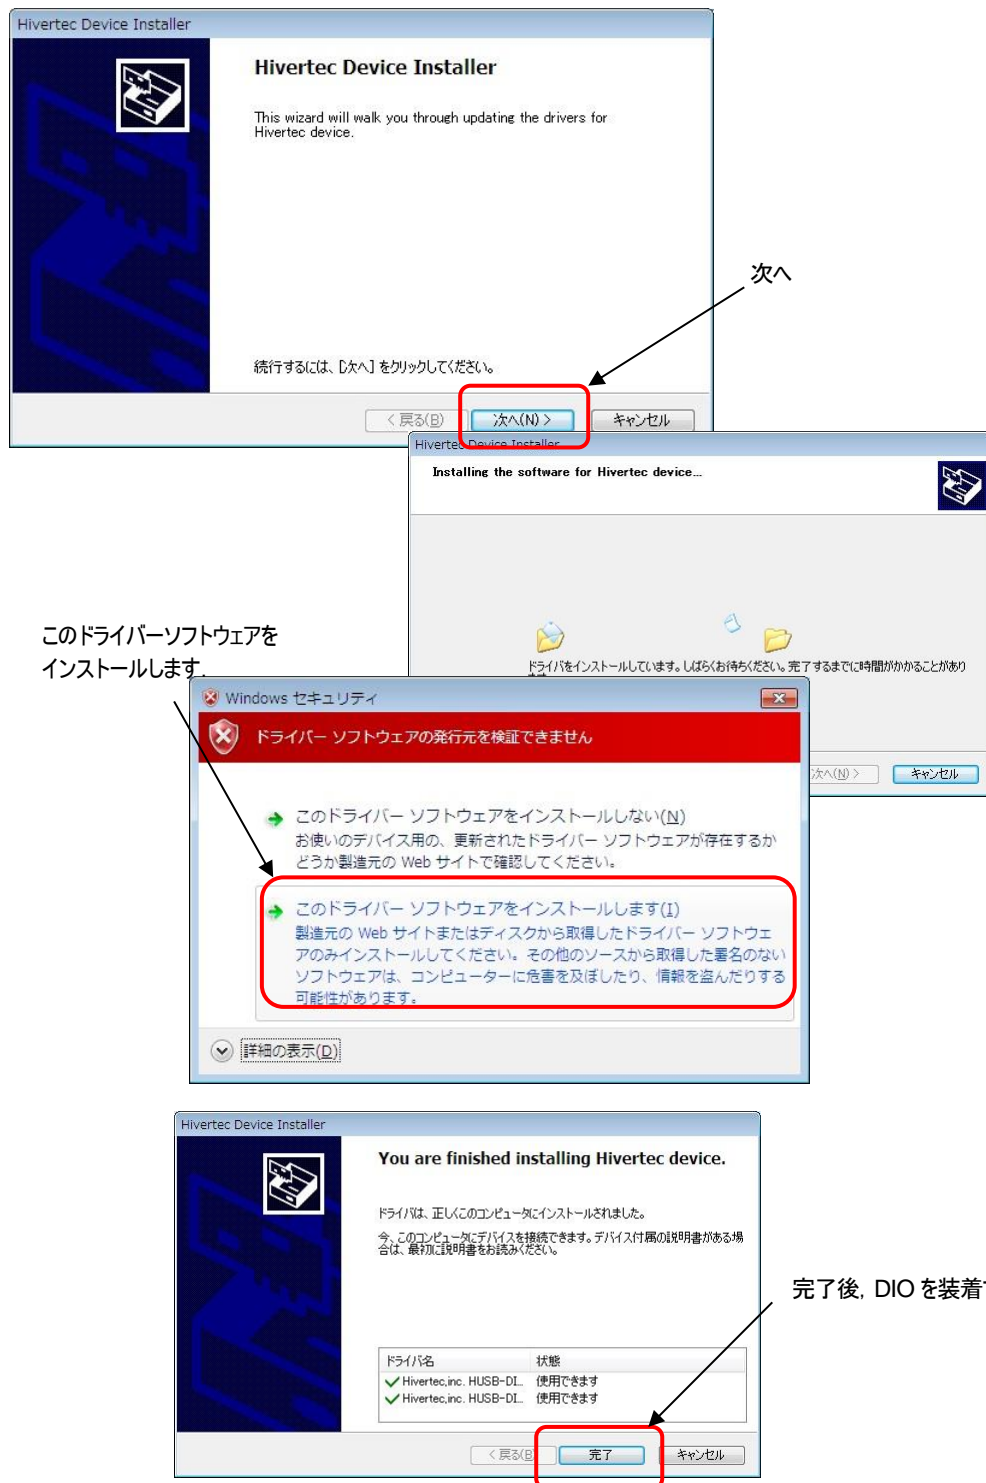

図 4.3-1 Win8/7/Vista インストール手順
- ④ インストーラー完了後、DIO464 の電源切状態で USB コネクタをパソコンの USB コネクタに装着します。
- ⑤ DIO464 の電源を投入します。
- ⑥ デバイスのインストールが自動的に行われます。(図 4.3-1 を参照)